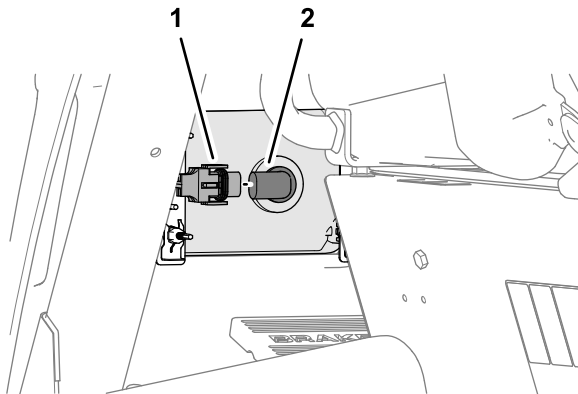

Figura 59
1. Remova o conector do farol da cablagem da máquina do conector da lâmpada do farol (Figura 59).